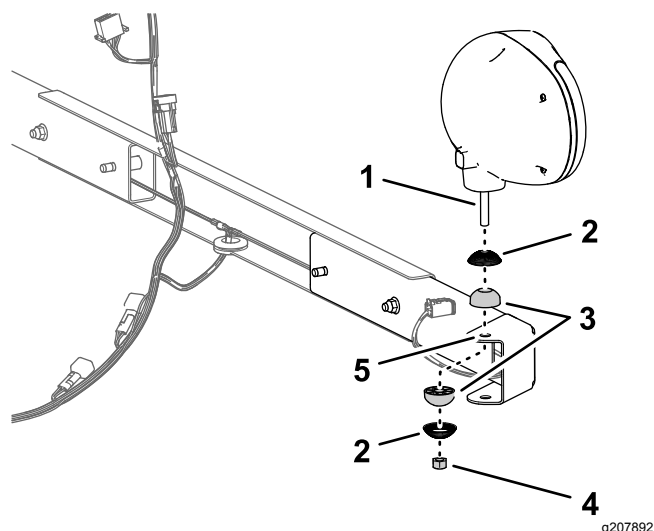

Figura 14
2. Monte un casquillo dentado y una articulación esférica en el espárrago de un foco de trabajo (Figura 14).
3. Monte el foco de trabajo en el taladro de la pestaña del soporte del foco de trabajo (Figura 14) con un casquillo dentado, una articulación esférica, y una contratuercas (10 mm), y apriete la lámpara a mano.
1. Monte el soporte del foco de trabajo y el perfil de soporte en el bastidor de la chapa de suelo con 2 contratuercas con arandela prensada, según se muestra en Figura 14.